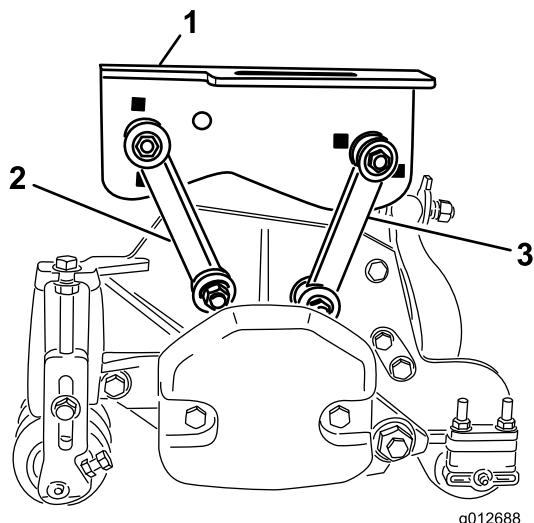

図 17
- ・ 前取り付けリンクを中心のキャリアフレームに固定する; ボルト(3/8 x 2-1/4インチ)1本、平ワッシャ2枚、ロックナット1個を使用して図17のように取り付ける。取り付ける時にリンクの両側にワッシャを入れる。42 N.m (4.3 kg.m = 31 ft-lb)にトルク締めする。
- ・ 後取り付けリンクを中心のキャリアフレームに固定する; ボルト(3/8 x 2-1/4インチ)1本、平ワッシャ2枚、ロックナット1個を使用して図17のように取り付ける。取り付ける時にリンクの両側にワッシャを入れる。42 N.m (4.3 kg.m = 31 ft-lb)にトルク締めする。